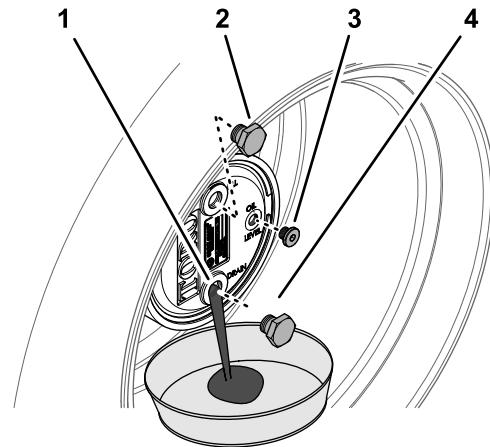

Bild 128
2. Entfernen Sie die Füllschraube, die auf 12 Uhr steht, und die Prüfschraube, die auf 3 Uhr steht (Bild 128).
3. Stellen Sie eine Auffangwanne unter die Nabe des Planetengetriebes, entfernen Sie die Ablassschraube, die auf 6 Uhr steht, und lassen das Öl vollständig ablaufen (Bild 128).
5. Setzen Sie die Ablassschraube in das Ablassloch des Planetengetriebegehäuses ein (Bild 128).